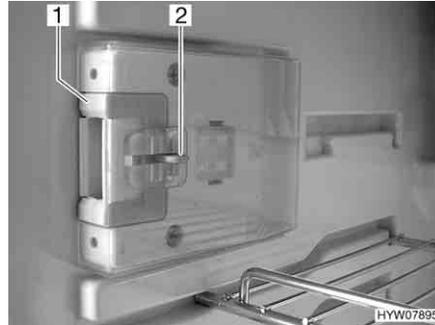
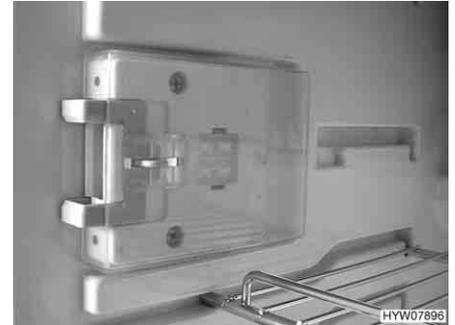

Bild 157 Verschlusseinrichtung in Normalstellung
Bild 158 Verschlusseinrichtung in Lüftungsstellung
- Die Entriegelung (Bild 157,2) eindrücken.
- Die Verschlusseinrichtung (Bild 157,1) nach vorn schieben (Bild 158).